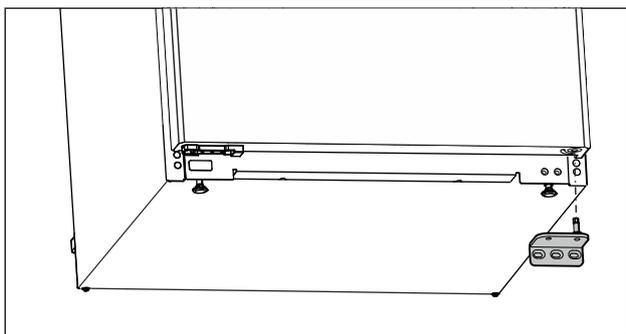

Fig. 16
- Rimuovere il blocco di supporto verso il basso. (vedere Fig. 16)